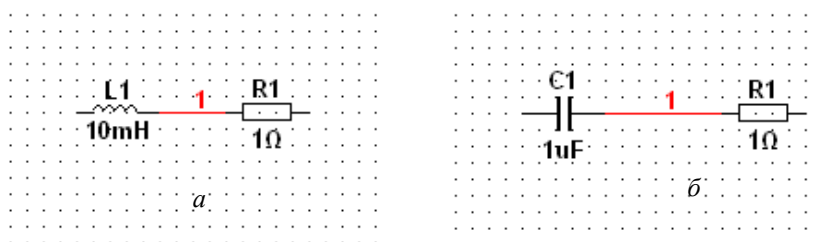

Рис. 25. Варианты цепей для исследования
4.1. Собрать схему исследования RL- или RC-цепи в соответствии с Вашим вариантом, подключить измерительные приборы. Провести исследование параметров тока в цепи и напряжений на элементах схемы. Четный вариант – схема рис. 25а, нечетный вариант – схема рис. 25б.